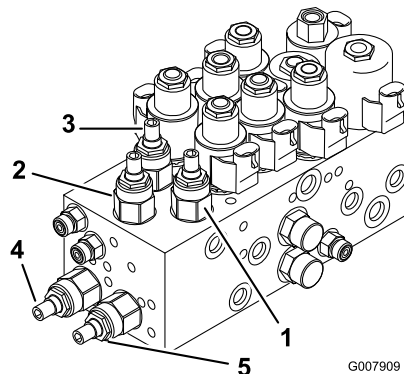
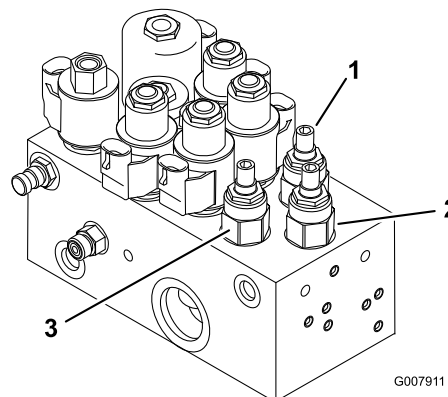

Figura 87
Figura 88
1. Localize as válvulas, no colector de elevação, para ajustar a(s) unidade(s) de corte desejada(s) (Ver tabela e Figura 87 e Figura 88).